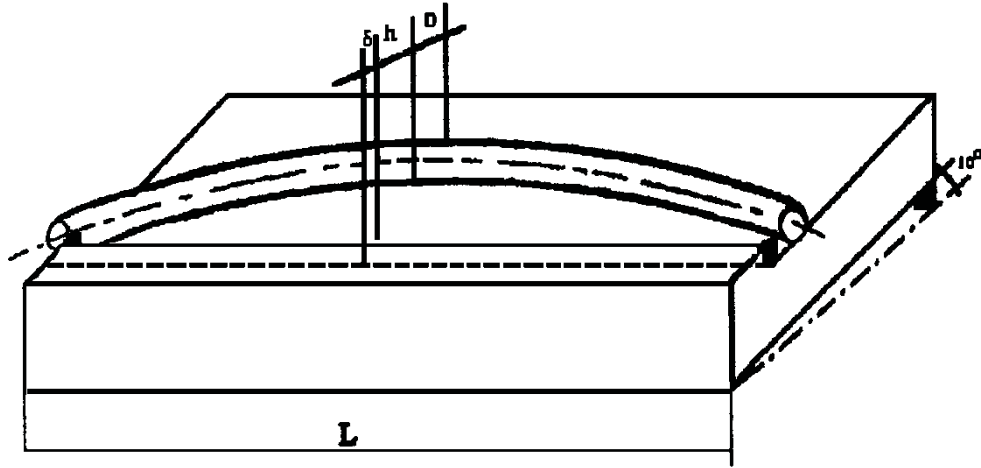

图 2
测试步骤 把要测试的玻璃管轻轻放在直角面上, 旋转玻璃管并始终保持玻璃管两端紧靠在直角边上, 转至玻璃管弯曲最大的部位。轻轻用力压住玻璃管, 用 0.02mm 精度的深度尺, 测量玻璃管外缘至直角边的距离 ($h+D+\delta$)。所测数值减去玻璃管直径 (D) 再减去 δ 的差值即为 h (见图 2)。